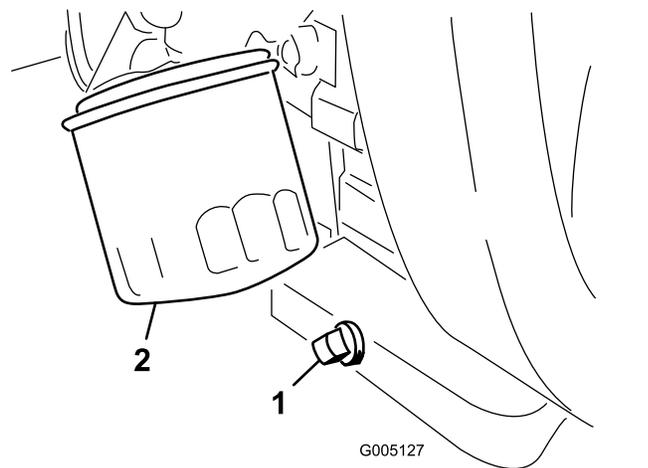

図 30
1. ドレンプラグ 図 30 を外してオイルを容器に受ける。
2. ドレンプラグのねじ山をきれいにして PTFE シーラントを巻き付ける 図 30。
3. オイルフィルタ 図 30 を外す。